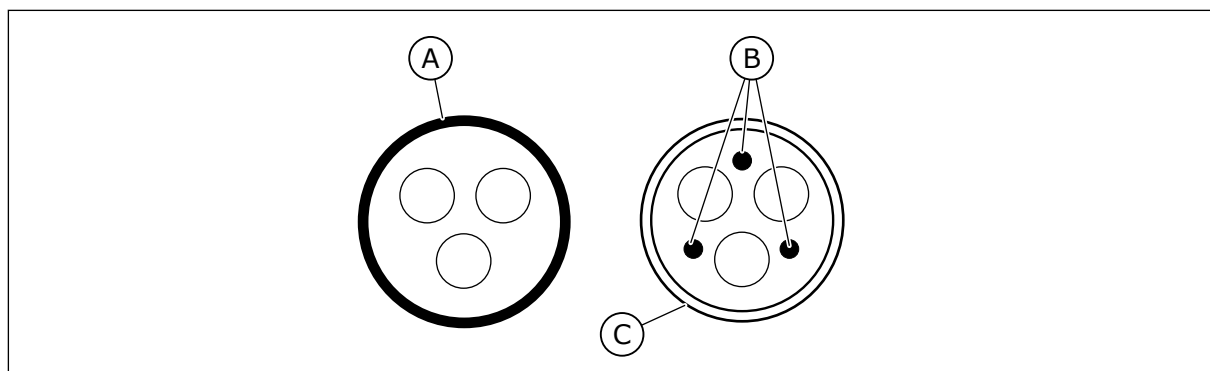

Abb. 18: Kabel mit Schutzleitern
2. Ein symmetrisches Netzkabel mit konzentrischem Schutzleiter. Ein Kabel für die angegebene Netzspannung. Wir empfehlen ein NKCABLES/MCMK-Kabel. Siehe *Abb. 18*.
3. Ein symmetrisches Netzkabel mit kompakter niederohmiger Abschirmung. Ein Kabel für die angegebene Netzspannung. Wir empfehlen ein NKCABLES/MCCMK-, SABÄ/ÖZCUY-J- oder ein äquivalentes Kabel. Siehe *Abb. 18*. * = Für die EMV-Klassen C1 und C2 ist eine vollständige Erdung der Abschirmung mit Kabelbuchsen an der Motorseite erforderlich.